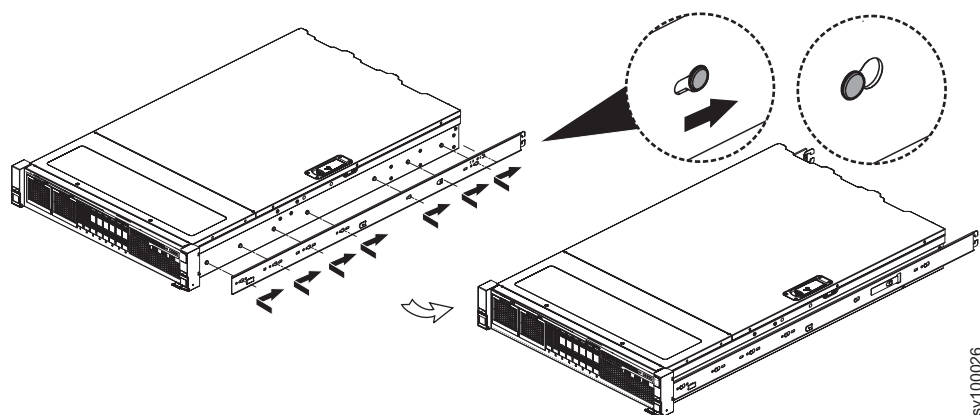

Рисунок 23. Установка внутренней части направляющей в шасси
4. Установите внутреннюю часть направляющей на шасси. Винты не требуются. Совместите отверстия на внутренней части направляющей с головками штифтов на боковой части устройства, затем задвиньте направляющую внутрь устройства, как показано на рис. 23.